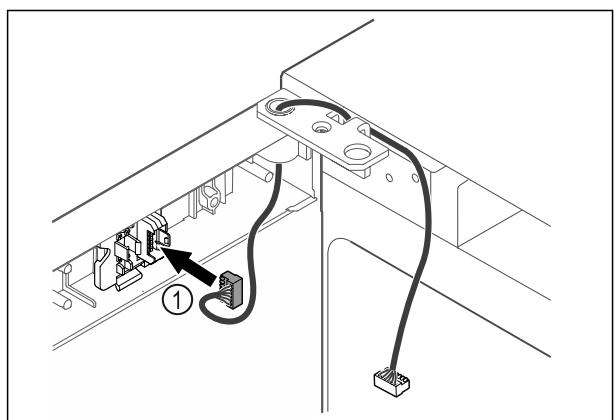

Fig. 46
- Inserte el conector Fig. 46 (1) en el soporte de conectores.